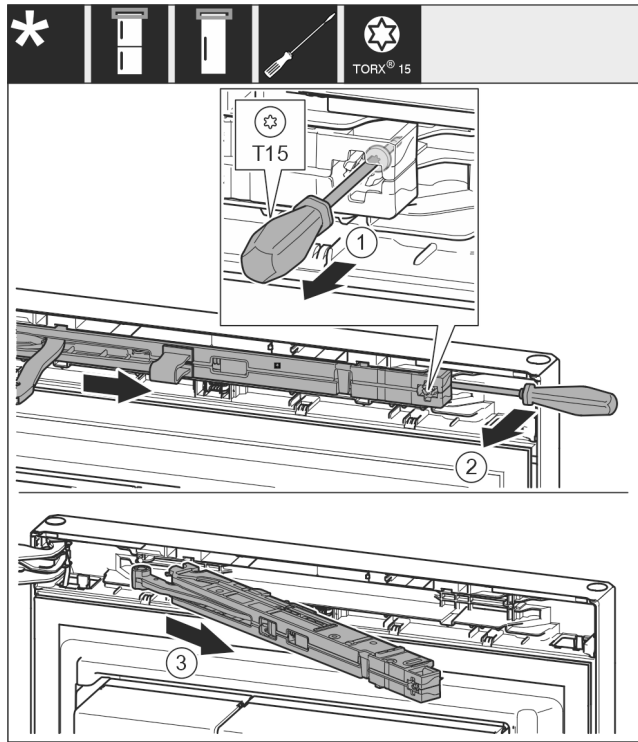

Fig. 11
- Lossa skruven på stängningsdämparen med en skruvmejsel T15 ca. 14 mm. Fig. 11 (1)
- Sätt in en skruvmejsel bakom stängningsdämparenheten och vrid enheten framåt. Fig. 11 (2)
- Dra ut stängningsdämparenheten. Fig. 11 (3)